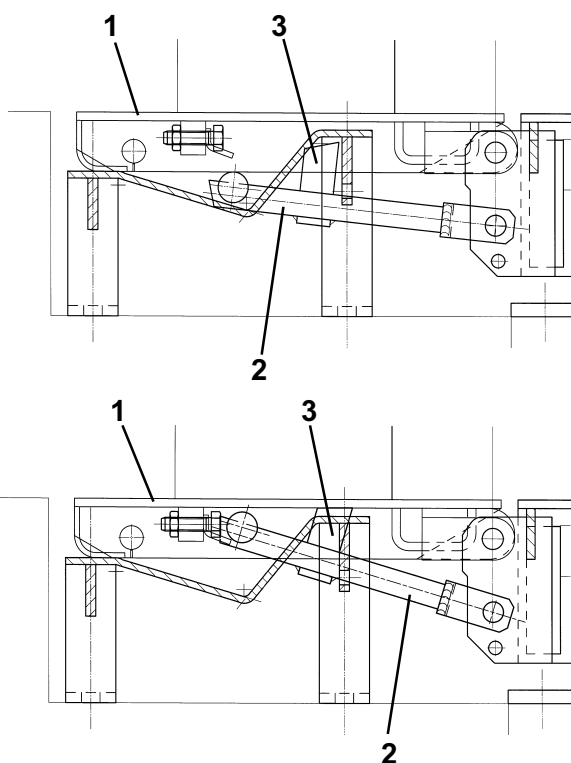

Fig. 24
N.B.: Quando si sollevano veicoli usando i tamponi in gomma posti sulle rampe 1 occorre assicurarsi che il supporto rampa 2 sia inserito (vedi fig. 24). Per sapere questo osservare la banderuola 3: se è a filo pavimento si può sollevare con i tamponi sulle rampe, altrimenti occorre agganciare il supporto alla rampa stessa.
N.B.: When vehicles are lifted using rubber buffers placed on the ramps 1, check that the ramp support 2 is fitted (see fig. 24). To check this, look at the flap 3: if it is on a level with the floor, you may lift with the buffers on the ramps, otherwise the support should be
Anmerkung: Werden Fahrzeuge mit den Rampengummiaufnahmen 1 angehoben sicherstellen, dass die Rampenhalterung 2 eingesetzt ist (siehe Abb. 24). Um dies festzustellen, die Fahne 3 betrachten. Ist sie bodeneben, kann mit den Aufnahmen auf den
Remarque: pour soulever des véhicules en utilisant les tampons en caoutchouc situés sur les rampes 1, s'assurer d'avoir introduit le support de la rampe 2 (voir fig. 24). Ce contrôle est facilité par l'observation de la banderole 3: si elle est en droite ligne avec le sol, le levage avec les tampons des rampes est possible. Dans le cas contraire, il faut enclencher le support à la rampe.
N.B.: Cuando se levantan vehículos usando los tampones de goma ubicados en las rampas 1 es necesario asegurarse que el soporte rampa 2 esté insertado (véase fig. 24). Para saber esto se debe observar la banderola 3: si está a nivel del piso se puede levantar con los tampones en las rampas, de lo contrario se debe enganchar el soporte a la rampa misma.